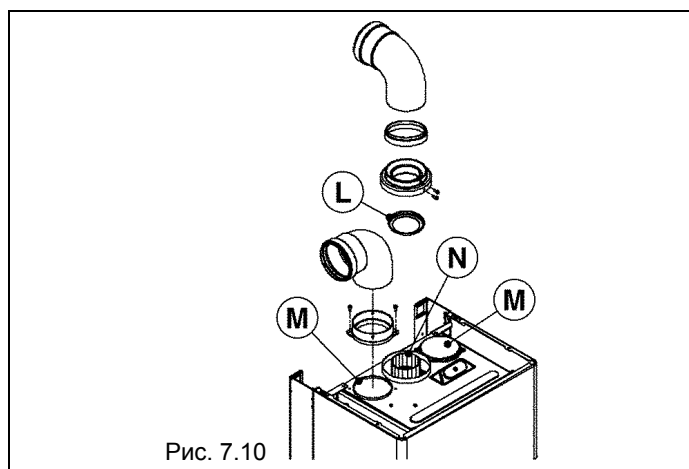

Рис. 7.10
Раздельные дымоотводы/воздуховоды можно направить в любом направлении, которое наилучшим образом подходит к требованиям помещения. Дымоотвод (N) показан на рисунке 7.10. Воздуховод для забора воздуха можно присоединить ко входу (M – рисунок 7.10), для этого с него необходимо сначала снять заглушку, которая крепится на винтах. При необходимости снимите фланец дымовых газов (L), поддев его отверткой как рычагом.